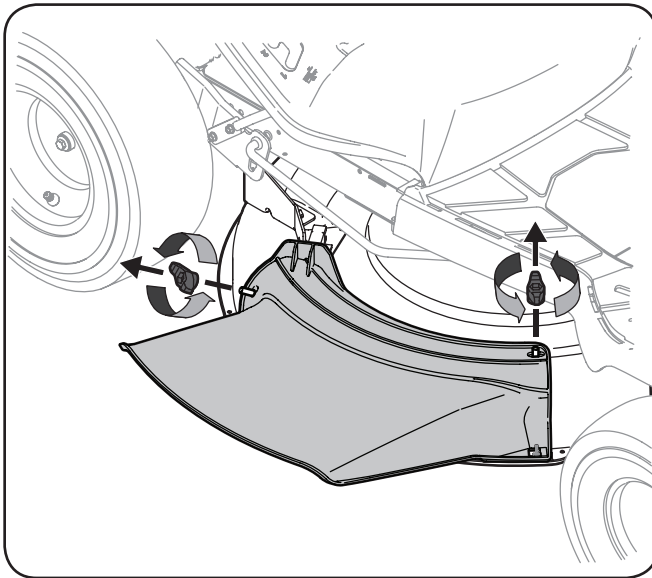

Figura 1-1
2. Levante el canal de descarga hacia arriba. Vea la Figura 1-1.